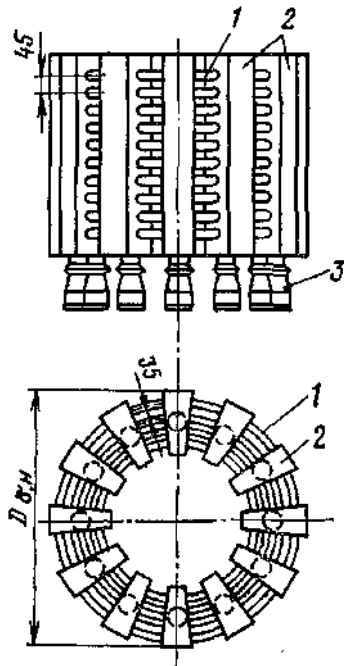

Рис. 3. Конструкция бетонного реактора серии РБ.
Токоограничивающие реакторы выполняются однофазными. С целью ограничения токов кз при всех видах кз их устанавливают во все три фазы. В настоящее время широкое применение получили токоограничивающие бетонные реакторы с алюминиевой обмоткой марки РБ (рис. 3). Витки обмотки (1)